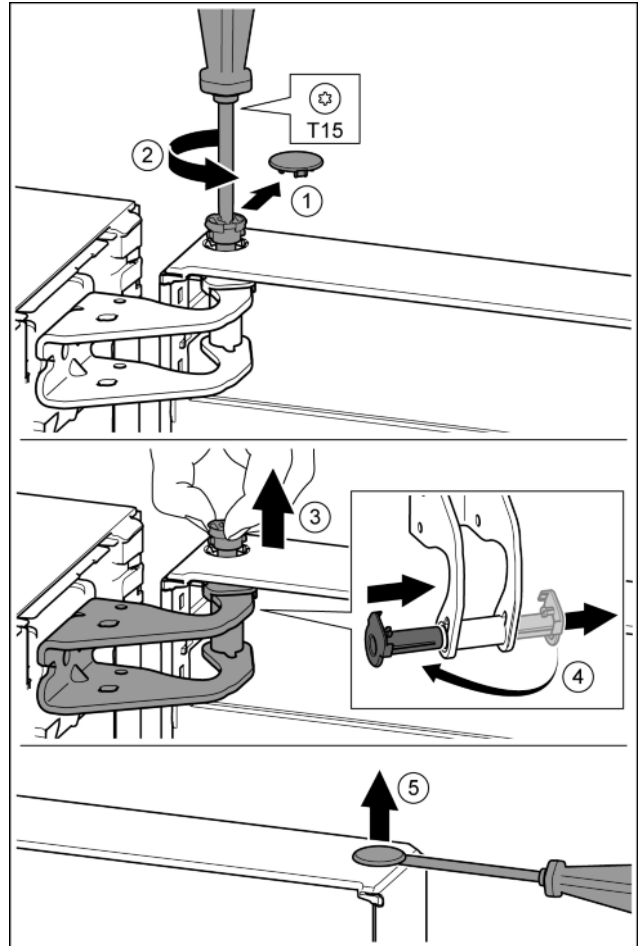

Fig. 12
- ▶ Sicherungsabdeckung vorsichtig abziehen. Fig. 12 (1)
- ▶ Bolzen mit Schraubendreher T15 ein Stück herausdrehen. Fig. 12 (2)
- ▶ Tür festhalten und Bolzen mit den Fingern herausziehen. Fig. 12 (3)
- ▶ Lagerbuchse aus Führung ziehen. Von der anderen Seite einsetzen und einrasten. Fig. 12 (4)
- ▶ Stopfen aus der Tür Lagerbuchse vorsichtig mit einem Schlitzschraubendreher anheben und herausziehen. Fig. 12 (5)